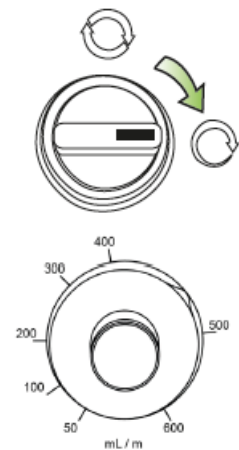

Figura 8-2: Activación del control manual
7. Mueva la válvula de selección de modo manual a la posición identificada en la Figura 8-2 para seleccionar el modo de control manual (consulte la Sección 8.3.4).